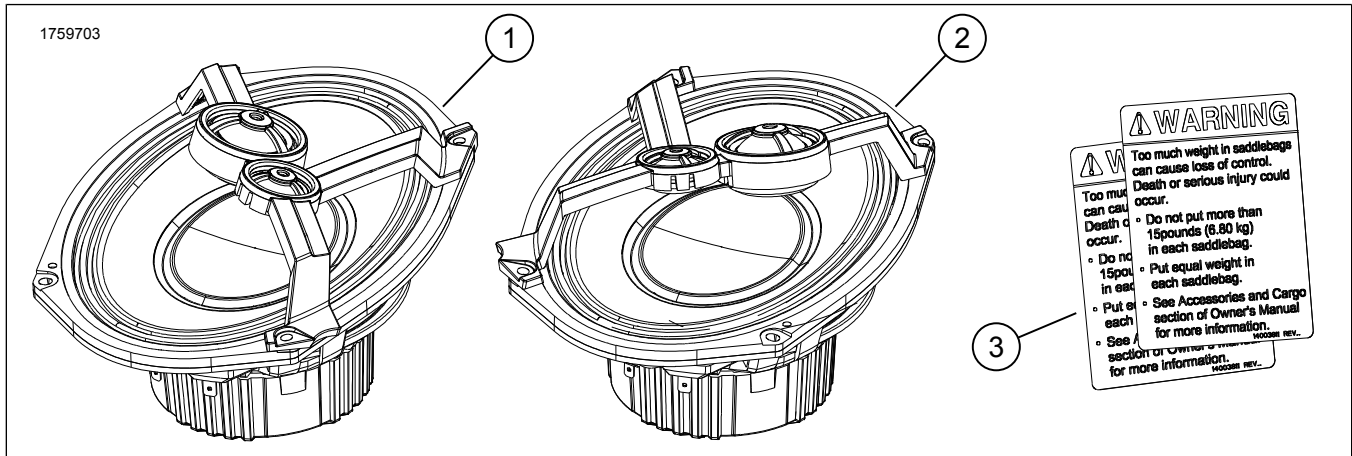

Figure 1. Contenu du kit : Stage III Rabat de sacoche kit haut-parleur
1. Voir la figure 1. Installer le haut-parleur (1, 2) dans le rabat de sacoche.
7. Voir la figure 1. Installer l'étiquette de capacité sur la sacoche (3).